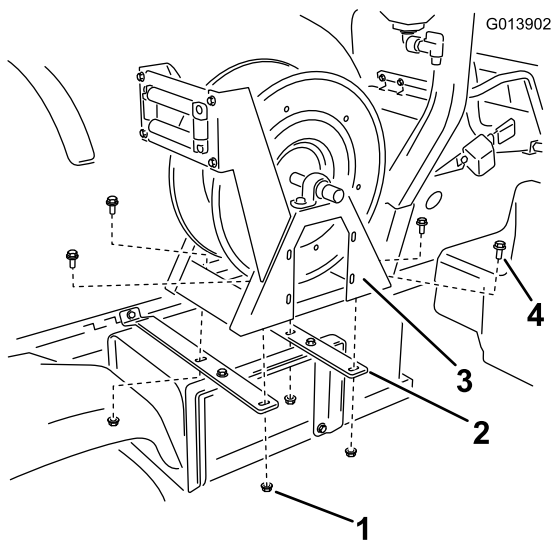

図 10
5. ホース・リール・アセンブリをホースリールストラップに取り付ける (図 10)；フランジ・ヘッドボルト (3/8 x 1 インチ) 4本とフランジ・ナット (3/8 インチ) 4個を使用。